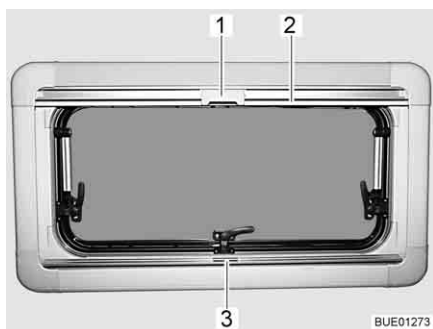

Fig. 118 Ventana abatible
- Sujetar el estor plegable por el centro del agarradero (Fig. 118,3), tirar de abajo a arriba y soltarla a la altura deseada. El estor plegable se queda fijo a esta altura.
- Tirar del agarradero de la mosquitera enrollable (Fig. 118,2) hacia abajo hasta que choque con el agarradero del estor plegable (Fig. 118,3).
- Bloquear el cierre (Fig. 118,1) de la mosquitera enrollable con el agarradero del estor plegable.
- Empujar hacia atrás el cierre (Fig. 118,1) de la mosquitera enrollable por arriba.
- Regresar la mosquitera enrollable lentamente en el agarradero (Fig. 118,2).